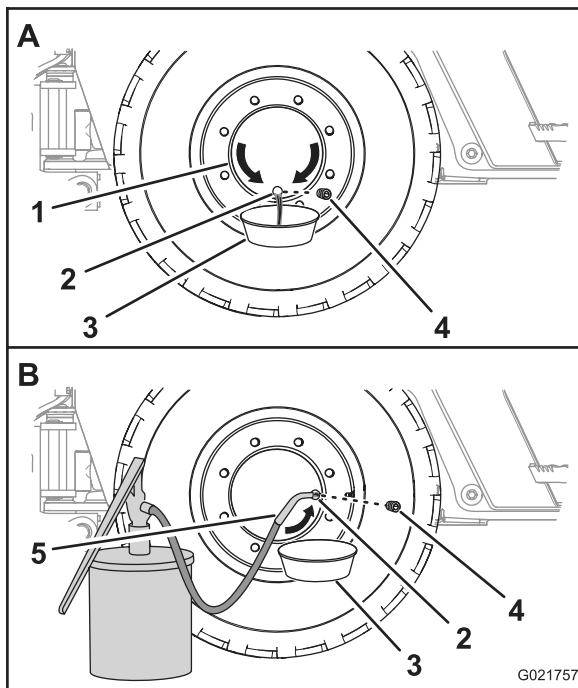

Figura 90
1. Mova a máquina para frente ou para trás até que o bujão do cubo esteja na posição de 6 hs (Figura 90).
2. Posicione uma bandeja de drenagem sob o orifício de drenagem do cubo (Figura 90).
3. Retire o bujão e drene o óleo do planetário (Figura 90).
5. Mova a máquina para frente ou para trás até que o bujão do cubo esteja na posição de 3 hs ou 9 hs (Figura 90).